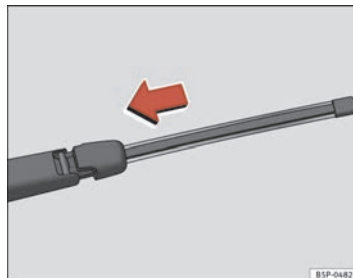

Fig. 165 Colocar la escobilla de limpiapuneta
- Sitúe la escobilla, tal como se indica en la ⇒ página 238, fig. 165 y deslice el adaptador hasta que encastre.